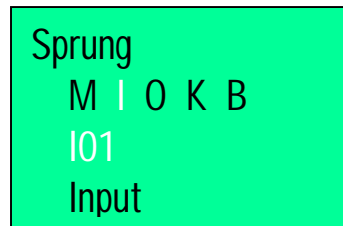

Abb. 2.68
3. Mit den Tasten ◀ und ▶ den Buchstaben **I (Input)** ansteuern (Abb. 2.68).